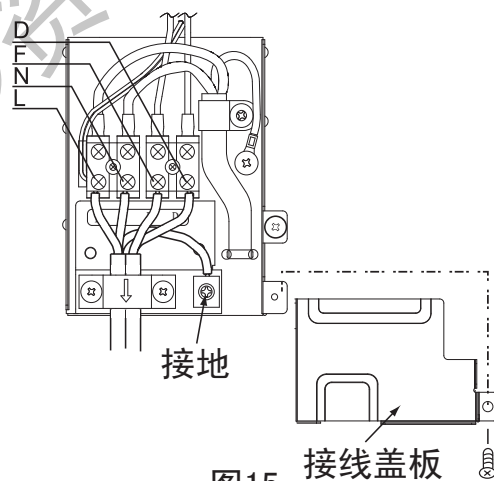

图15
(3) 电线连接顺序
- 先将连接电缆如下图将头部弯折。（如图15）
- 连接电缆连接结束后, 必须按图15所示装上接线盖板。